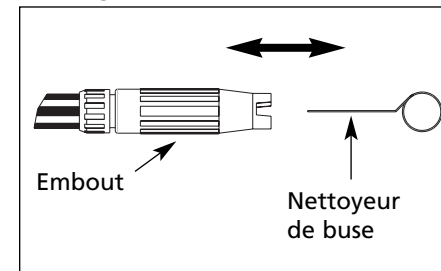

Figure 13
- Utiliser le nettoyeur de buse inclus ou un trombone déplié et insérer le fil dans le trou de l'embout pour ensuite utiliser un mouvement de va et vient jusqu'à ce que les débris soient débloqués (se reporter à la figure 13).